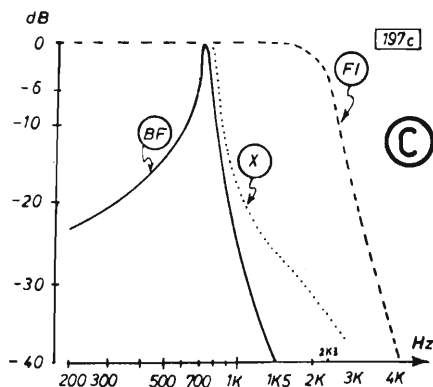

Fig. 197
Il moltiplicatore di Q, creando il «buco» od il picco della banda passante F.I., tende a raggiungere lo scopo di selezionare più efficacemente il segnale telegrafico che si desidera ricevere, dal vicino interferente. Lo stesso scopo aveva il filtro ad un cristallo, incorporato in molti vecchi ricevitori. Un ricevitore con filtro per SSB da 3 kHz (o simili, a -6 dB), è dal punto di vista della discriminazione dei segnali telegrafici, inferiore ai vecchi, con cristallo unico. Per chi non voglia manomettere l'amplificatore F.I., con l'aggiunta del moltiplicatore di Q; una soluzione, anche più efficace, è rappresentata dal filtro in B.F. come quello rappresentato in fig. 197 B.
Un filtro del genere introduce una non trascurabile attenuazione; d'altra parte, una sola sezione non è sufficiente per ottenere la curva indicata con (BF), in figura 197 C. Da queste considerazioni deriva lo schema raffigurato in fig. 197 A. L'amplificatore con filtro è seguito da un limita-
In fig. 197 C abbiamo il confronto fra le curve di adempienza:
- (FI) curva del filtro passabanda F.I.;
- (X) curva ottenuta con un cristallo in serie fra due stadi F.I.;
- (BF) curva data dal circuito di fig. 197 A, col commutatore in posizione 2. Come vedesi, un eventuale segnale disturbante a 700 Hz da quello desiderato, non subisce attenuazione in F.I., ma viene abbassato di 35 dB in BF.